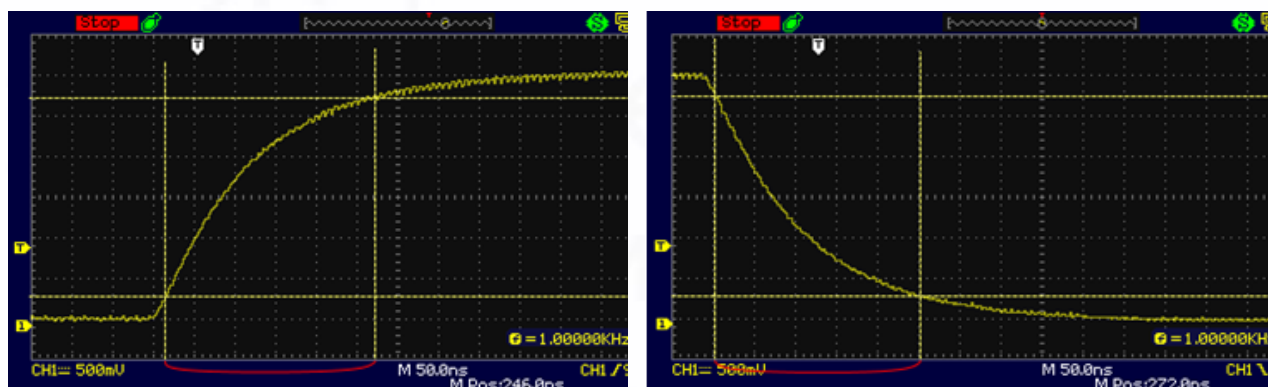

Рисунок 1.19 – Определенное в ручном режиме время нарастания и спада сигнала.
3) Время нарастания фронта (Rise Time), спада среза (Fall Time) меандра измеренные в ручном режиме и автоматических измерений. Сравнить порядок времени нарастания с периодом. Сравнить с результатами определения в ручном режиме рисунок 1.19.